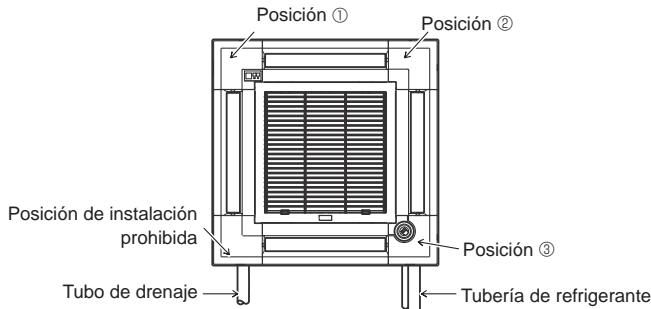

Fig. 9-10
- El panel angular del i-see Sensor debería fijarse en la rejilla ① con el tornillo ③.
- \* Si la posición del i-see Sensor se ha cambiado de la posición por defecto (Posición ③) a la otra posición, cambie la configuración de funciones. (Consulte la página 45 y la Fig. 9-10)
- El panel angular del i-see Sensor no puede instalarse en el lateral del tubo de drenaje de la unidad principal. (Consulte la Fig. 9-10)